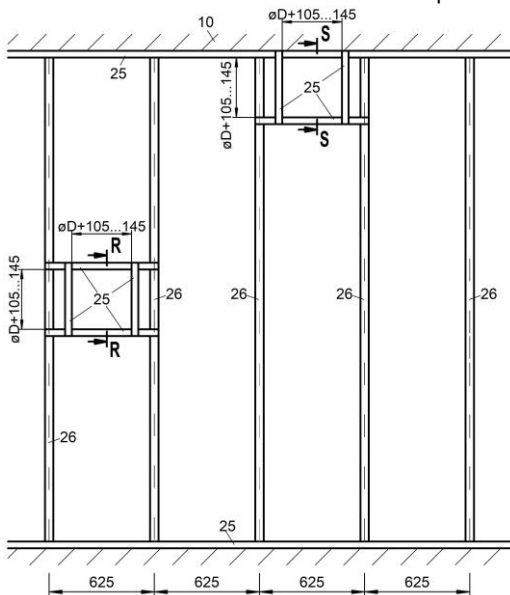

Abbildung 35: Metallständerwerk mit erforderlichen Auswechslungen für Nasseinbau einer BSK-RPR, vollständige Ausmörtelung
- Metallständerwerk und Wand gemäß den Angaben des Wandherstellers herstellen und Auswechslungen entsprechend der Abbildung 35 vorsehen. Umlaufende Auskleidung der Laibungen mit GKF-Platten (Pos. 23.1) berücksichtigen.